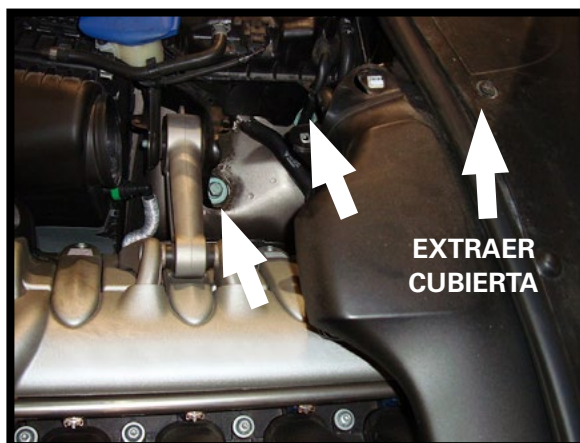

FIGURA 10-8
9. LEVANTE EL CAPÓ Y EXTRAIGA LOS TRES (3) PERNOS DE MONTAJE QUE FIJAN LA MONTURA SUPERIOR DEL PUNTAL. EXTRAIGA LA CUBIERTA DE PLÁSTICO PARA OBTENER ACCESO AL TERCER PERNO. (FIGURA 10-8)